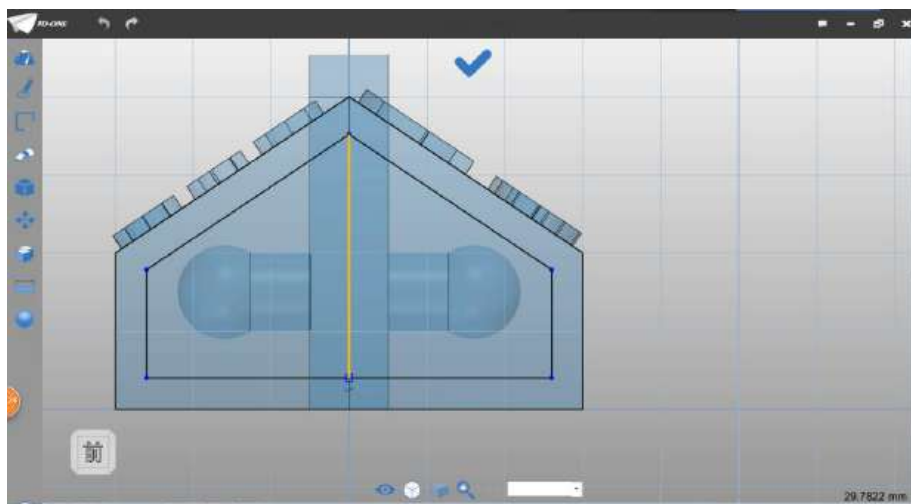

图 2-5
Step 5 选择直线命令，绘制直线，如下图 2-5 所示：